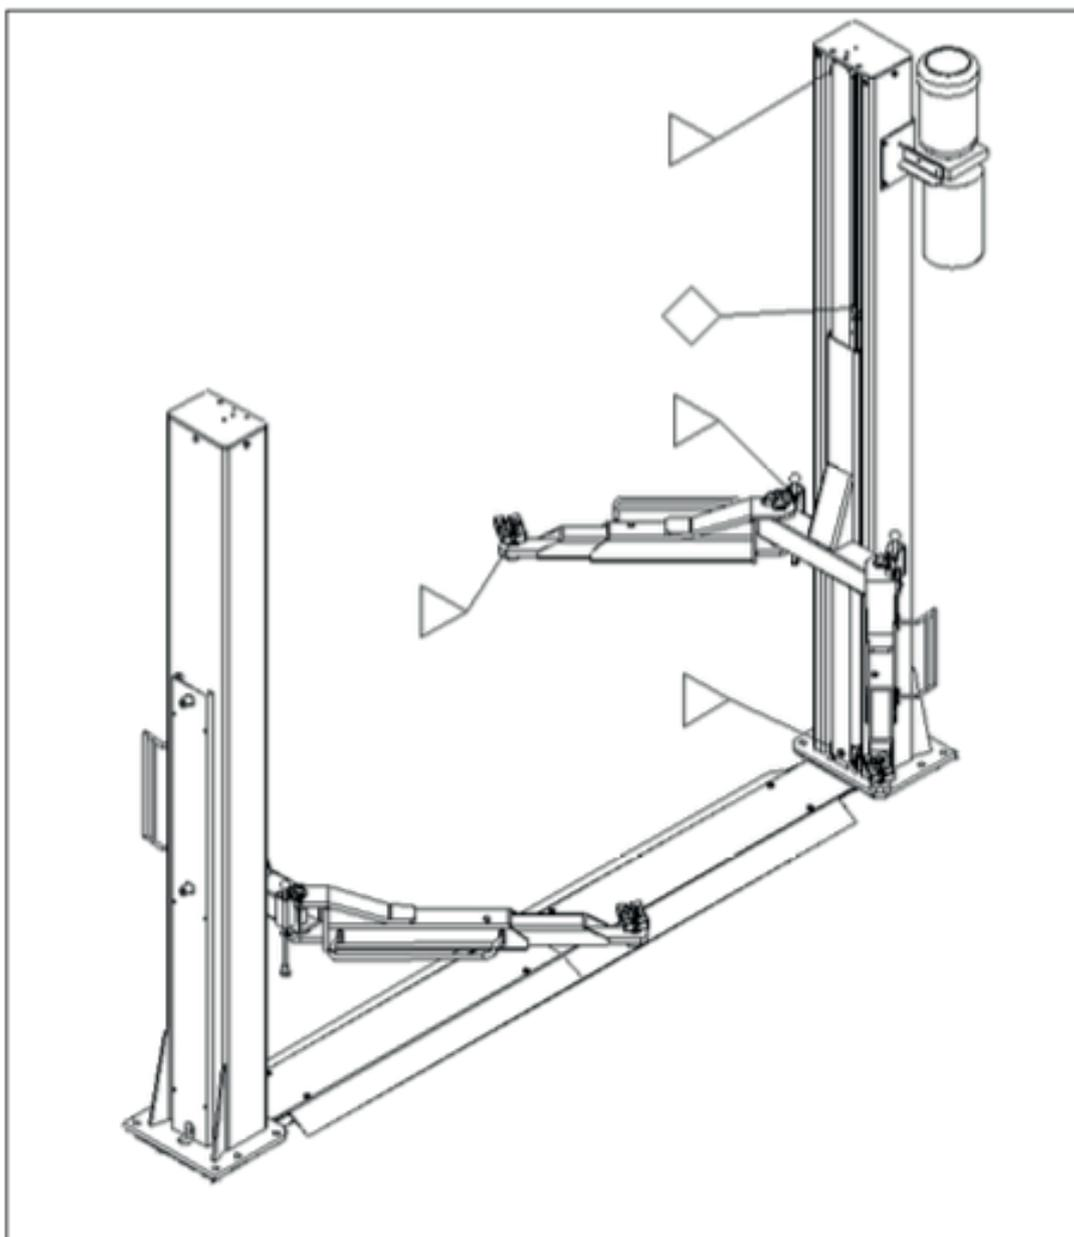

Fig.22
3. Vérifiez le graissage et le degré d'usure des broches, rouleaux, douilles de la structure du chariot ainsi que les bras de levage et les extensions concernées. Si nécessaire, remplacez les pièces endommagées par des pièces de rechange d'origine auprès de votre fabricant. Suivre le tableau périodique de graissage (**Fig.22**)